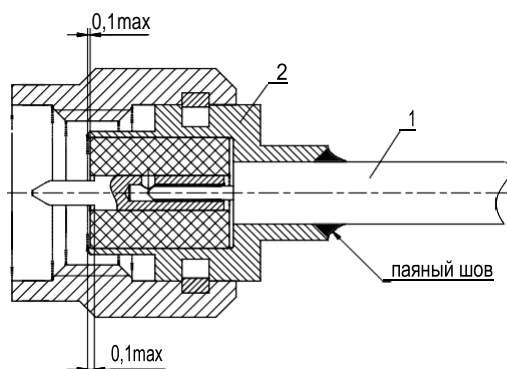

Рис. 42 – Установка корпуса на кабельный соединитель
- 3) Наденьте соединитель с изолятором на кабель с напаянным на него штырем. Отрегулируйте присоединительные размеры путем подбора глубины захода кабеля 1 внутрь кабельного соединителя 2 (рисунок 42);
- 4) Произведите пайку корпуса на кабель в соответствии с рисунком (опаяйте по контуру). Не допускается попадание припоя на центральный проводник и изолятор кабеля при установке соединителя (рисунок 42);